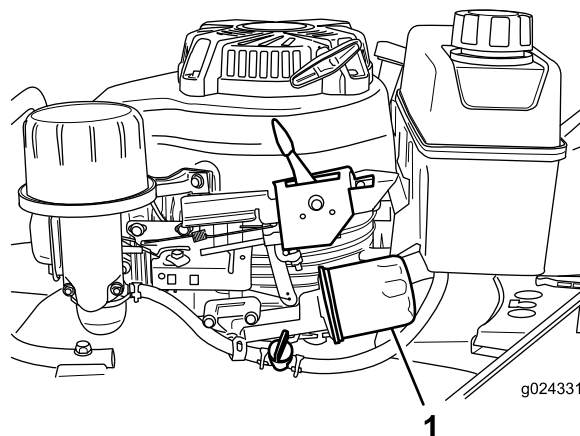

Figura 25
6. Coloque un trapo debajo del filtro de aceite (Figura 25) para recoger cualquier aceite que se salga al retirar el filtro.